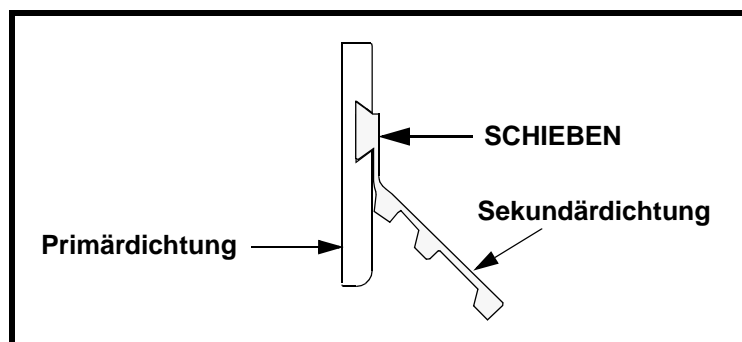

Abbildung 4. Einschieben des Schwalbenschwanzes in die Nut
- c. An einem Ende beginnend den Schwalbenschwanz der Sekundärdichtung in die Nut der Primärdichtung schieben (siehe Abb. 4).